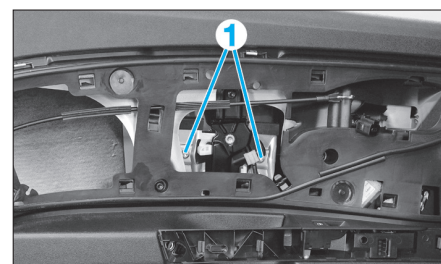

Fig. 68
- Déposer les deux vis (1) (Fig.68).